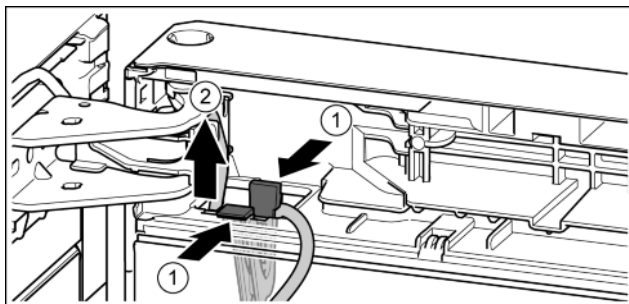

Fig. 24
- ▶ Нажать на соединительную накладку. Fig. 24 (1)
- ▶ Вынуть держатель кабеля с закрепленным на нем кабелем. Fig. 24 (2)